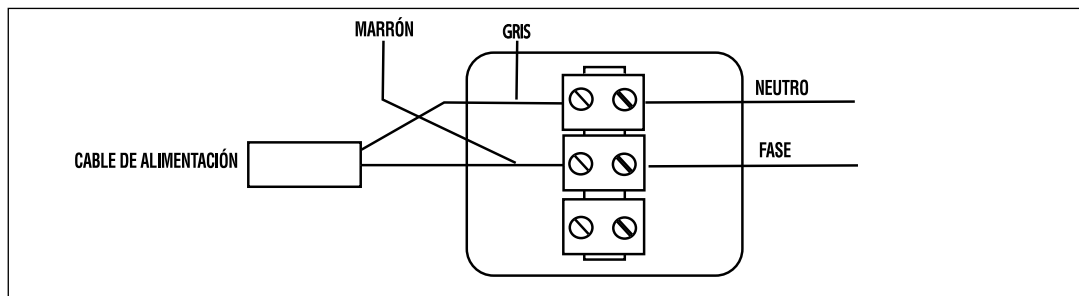

Fig. 8
- El cable debe conectarse a la red mediante una caja de bornes de unión sin toma de corriente eléctrica (fig. 8). La caja de bornes de unión deberá estar como mínimo a 25 cm del suelo.